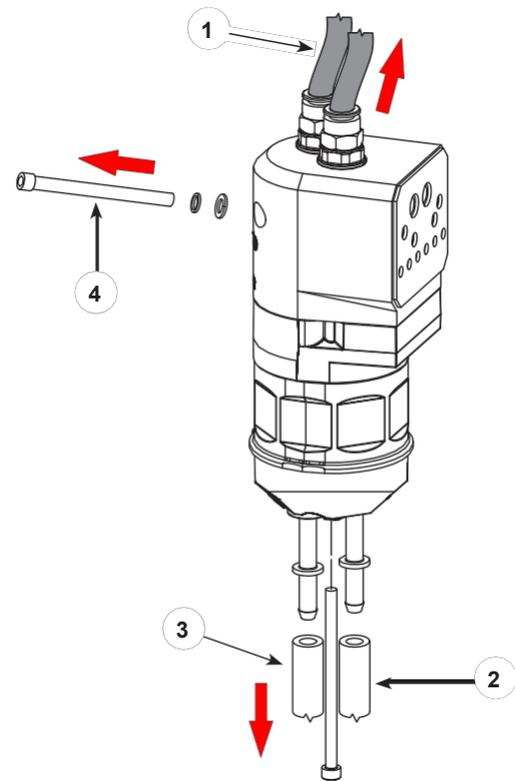

Figura 19 Preparación del desmontaje de la bomba Retrofit
1. Véase la figura 19. Desconecte las líneas de aire de purga de la parte superior de la bomba de reequipamiento (1) en su caso.